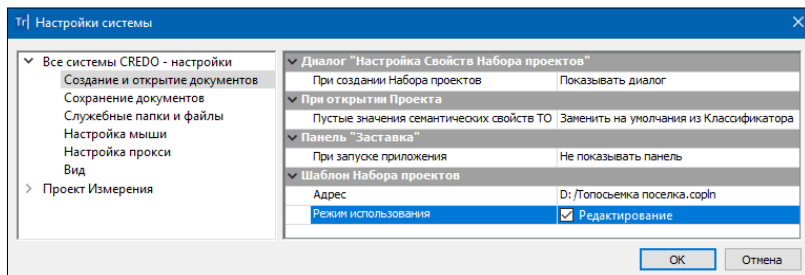

Рис. 3.20
- Шаблон НП можно использовать в двух режимах: в режиме чтения данных или в режиме редактирования (рис. 3.20).